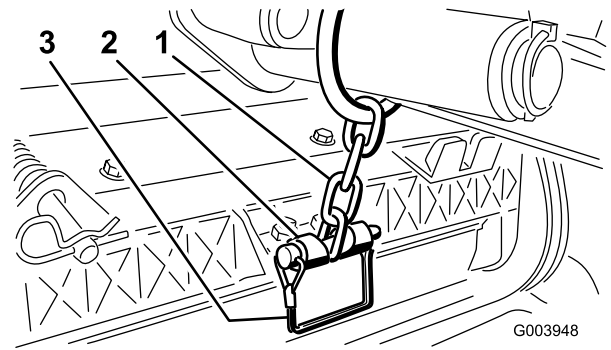

Bild 19
14. Befestigen Sie die Hubarmkette mit dem Einraststift an der Kettenhalterung (**Bild 19**).